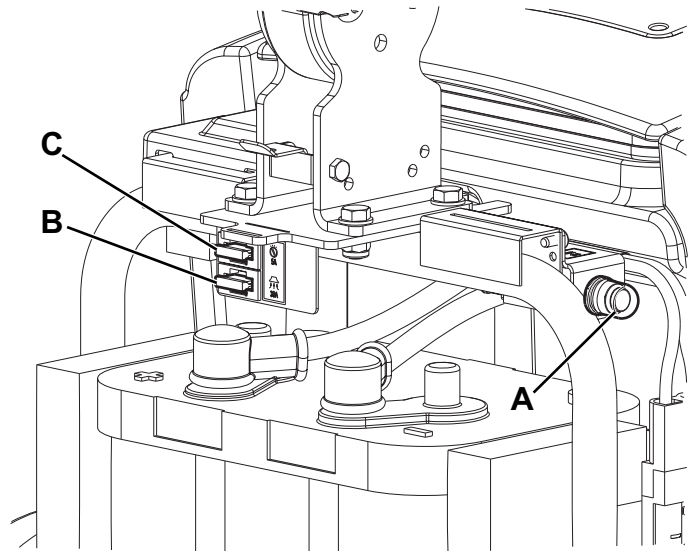

Abbildung 8
2. Sicherstellen, dass sich der Wählknopf (31) in der Position „0“ befindet, den Steckverbinder der Batterie (7) trennen.
3. Abdeckung (4) öffnen und überprüfen, ob folgende Sicherungen (Abb. 8) möglicherweise ausgeschaltet oder defekt sind:
- (A): Selbstrückstellende Sicherung F1 (35 A), Bürstenmotor.
- (B): Messersicherung F2 (30 A), Ansaugmotor.
- (C): Messersicherung F3 (5 A), Hilfsbetriebe.Nach Beseitigung der Ursache, die Unterbrechung verursacht hat, gegebenenfalls die entsprechende Sicherung rückstellen oder austauschen.
4. Deckel (4) schließen.